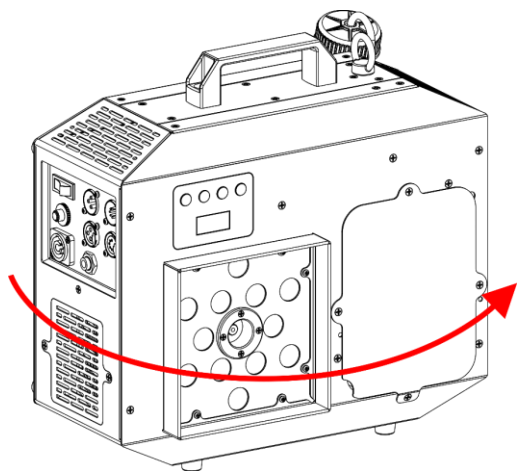

Fig. 20
- 15) Girare il dispositivo e andare alla parte posteriore, come mostrato nella Fig. 20.